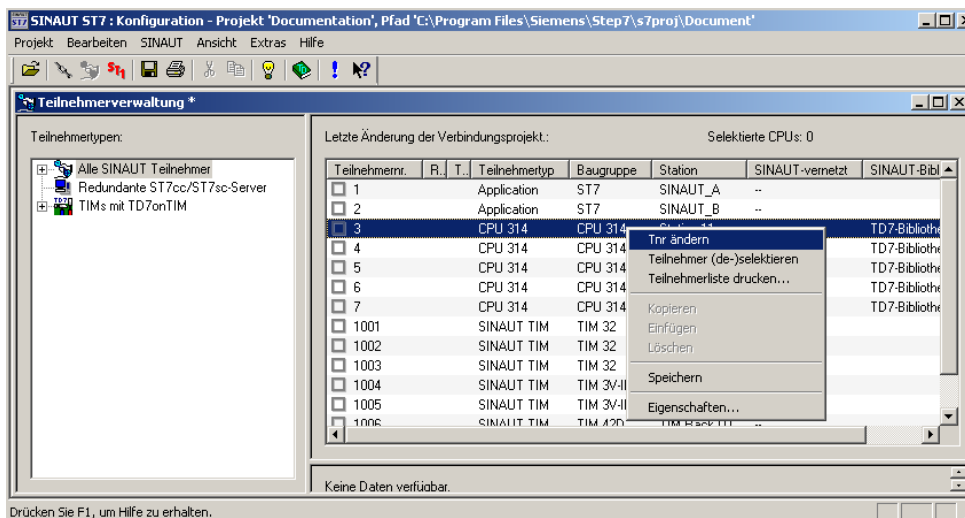

Bild 2-36 SINAUT ST7 Teilnehmerverwaltung, Änderung von SINAUT-Teilnehmernummern
Das Fenster der Teilnehmerverwaltung (siehe Bild 2-36) zeigt Ihnen im rechten Teil alle für SINAUT relevanten Geräte auf. Dies sind die CPUs, die TIMs, sowie die SINAUT-PCs.
2. Wählen Sie im geöffneten Menü die Option *Tnr ändern* (siehe Bild 2-36) und geben dann die neue Teilnehmernummer ein.